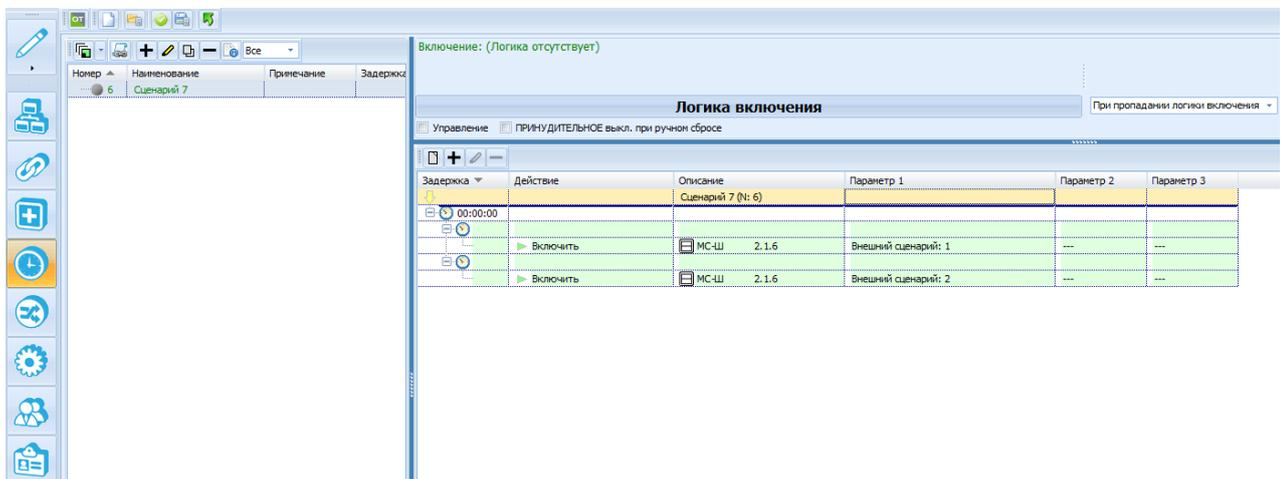

Рисунок 5.34 – Добавили исполнительные блоки сценария, включающие направления 1 и 2 МС-Ш
- В поле сценария в столбце «**Параметр 1**», с помощью двойного щелчка мыши, выбрать номер направления МС-Ш, которое необходимо запустить (рисунок 5.34);